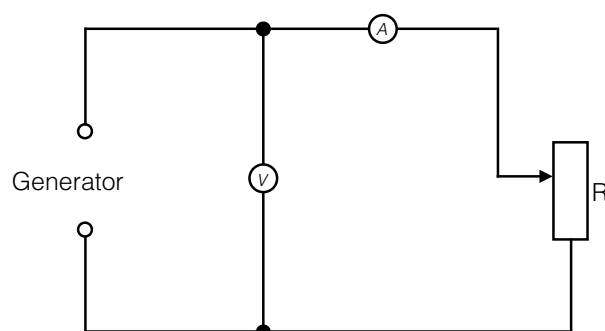

Abbildung 1.5: Verkabelungs-Diagramm für die Schaltung des Drehwiderstandes.
- Ersetze das Drehmoment-Meter durch die Motor/Generator-Einheit. Schliesse den Schiebewiderstand und die beiden Digitalmultimeter entsprechend der Abbildung 1.5 an und stelle den grösstmöglichen Widerstand ein.